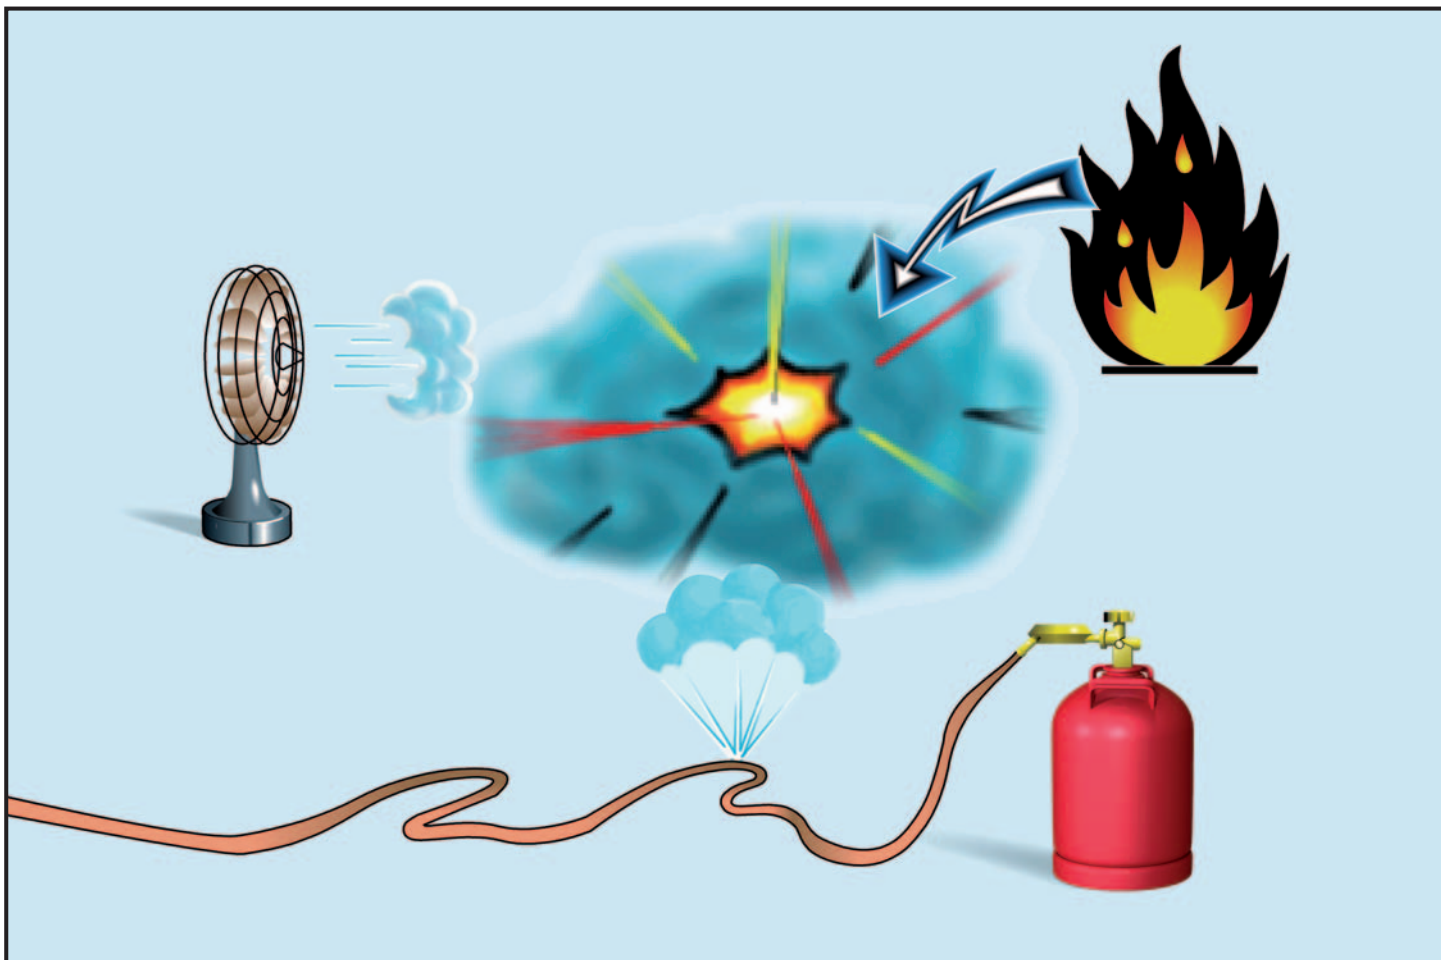

Bild 8:
- Flüssiggas ist ein extrem entzündbares Gas, das mit Luft bzw. Sauerstoff explosionsfähige Gemische bilden kann (Bild 8).